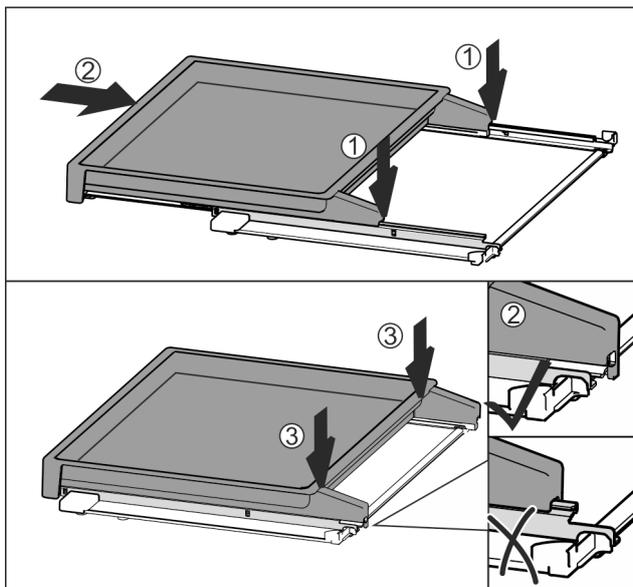

Fig. 33
- ▶ Colóquelo centrado sobre los rieles *Fig. 33 (1)*.
- ▶ Introduzca por completo el estante extraíble *Fig. 33 (2)*.
- ▶ Presione en el lado trasero hasta que encaje de forma perceptible *Fig. 33 (3)*.